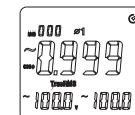

图10-1
- 4) 负载为三相四线制时，先按SELECT键选择第一相位 ϕ 1，如图10-1，显示相位 ϕ 1的功率因数 $\cos(\phi)$ 值，电压V值，电流A值。